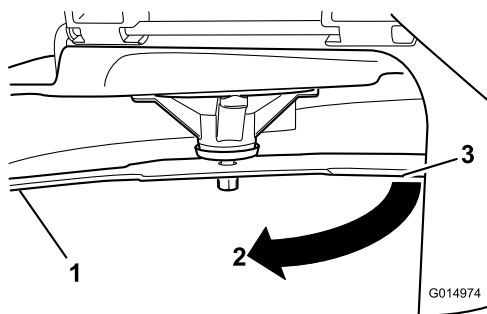

Рисунок 62
4. Поверните тот же нож на 180 градусов, чтобы теперь его противоположная режущая кромка была в том же положении (Рисунок 62).